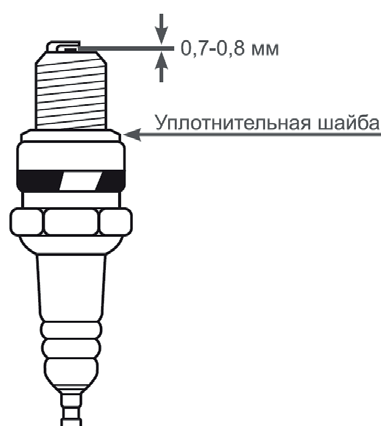

Рис. 24 Обслуживание свечи зажигания
4. Измерьте зазор между электродами свечи зажигания специальным щупом. Зазор должен быть 0,7-0,8 мм (Рис.24). При увеличении или уменьшении требуемого зазора, рекомендуется заменить свечу, так как регулировка зазора может привести к изменению качества искрообразования.